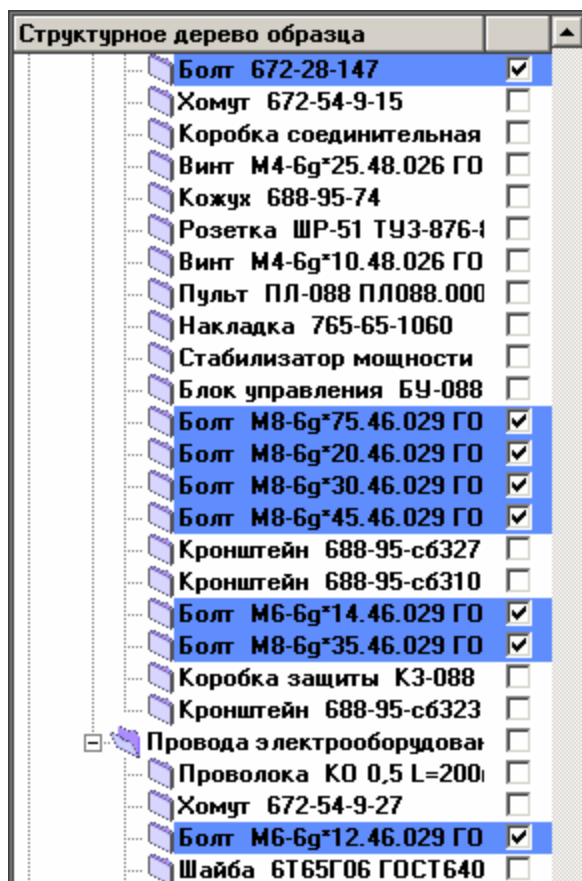

Рисунок 8 - Вид структурного дерева каталога на образец с установленными пометками
14. Если в результате поиска будут найдены записи, удовлетворяющие условиям поиска, то в строке результата будет показано количество найденных записей, а в структурном дереве образца будут установлены пометки для найденных изделий (рисунок 8).